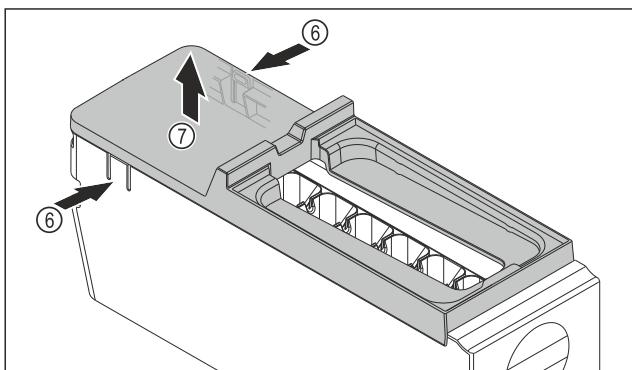

Fig. 77
- Зняти кришку з корпусу EasyTwist-Ice: натиснути однією рукою на накладки Fig. 77 (6) з обох боків корпусу EasyTwist-Ice.
- Зняти кришку Fig. 77 (7), потягнувши її вгору іншою рукою.